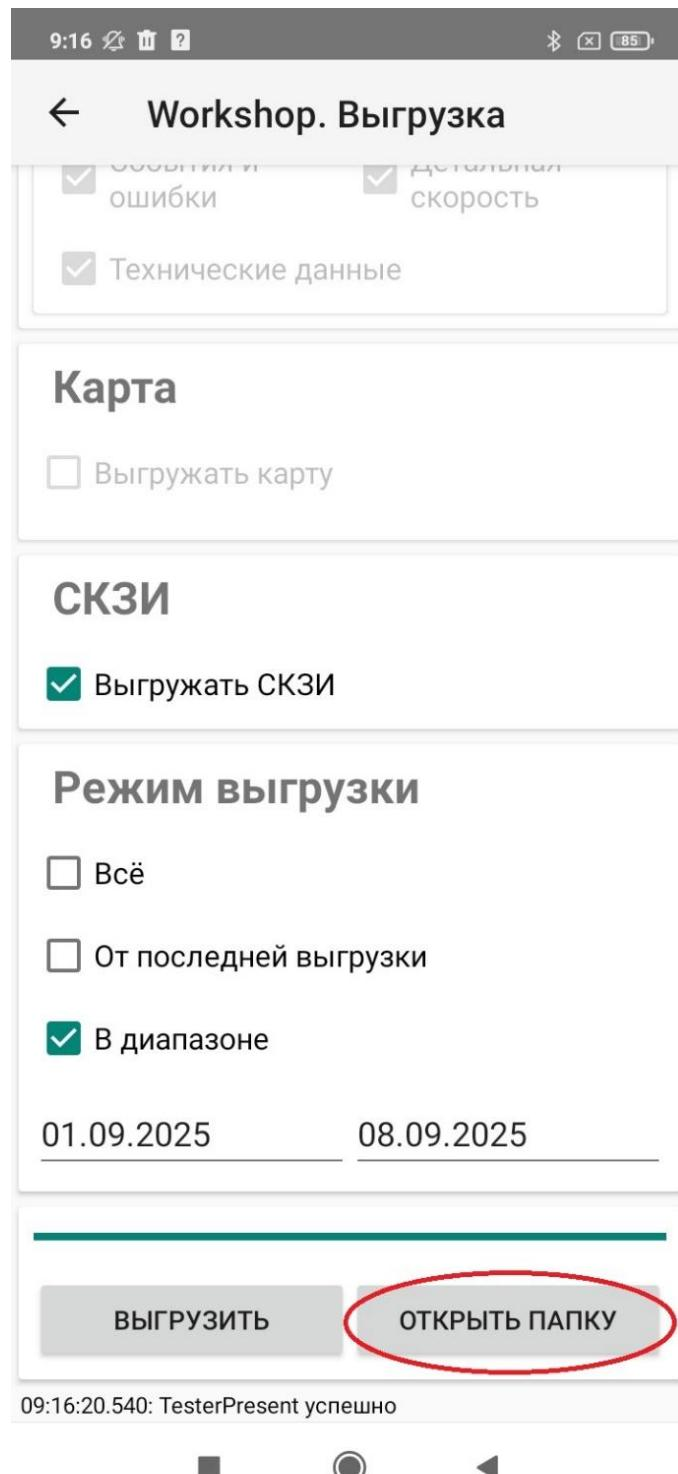

Рисунок 21. Кнопка открытия папки с .ddd файлами
18. Одна итерация выгрузки предполагает выгрузку либо тахографа, либо карты, либо СКЗИ. После успешной выгрузки в файловой системе устройства появляется .ddd файл. Папку с .ddd файлами можно открыть по нажатию на кнопку «Открыть папку», рисунок 21.